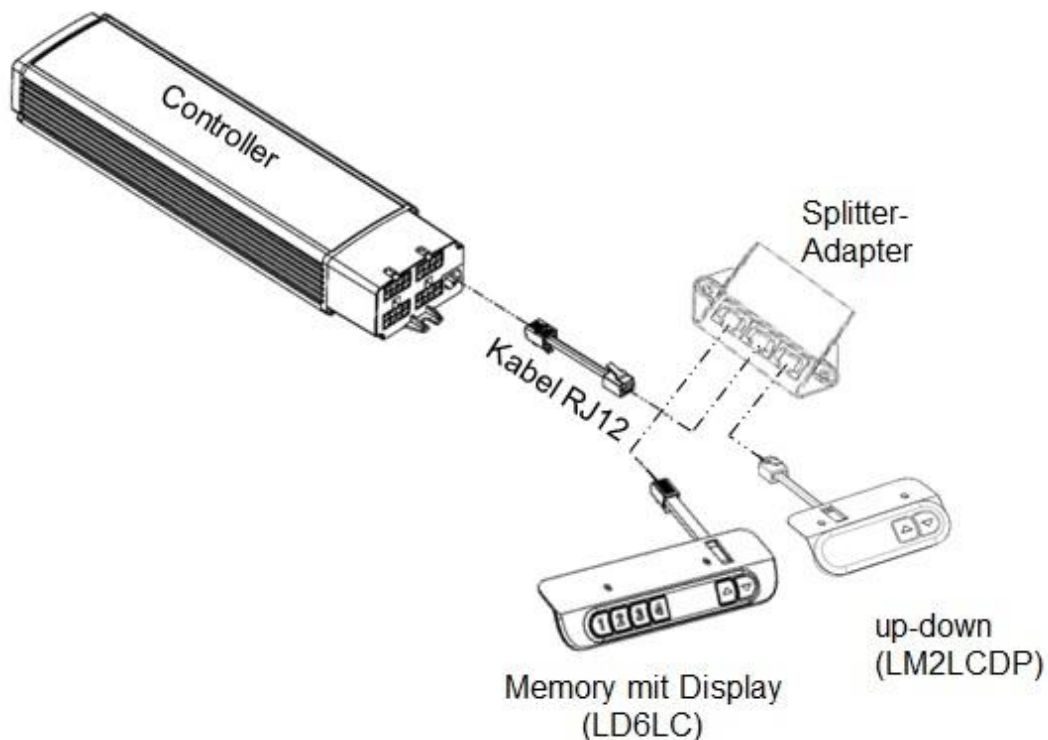

Abbildung 35: Kontaktierung beider Handschalter an einer Steuerung mit Splitter Adapter
- ➔ Der Aufbau zur parallelen Bedienung der beiden Handschalter mit dem Splitter Adapter an einer Steuerung ist in der Abbildung 35 dargestellt.